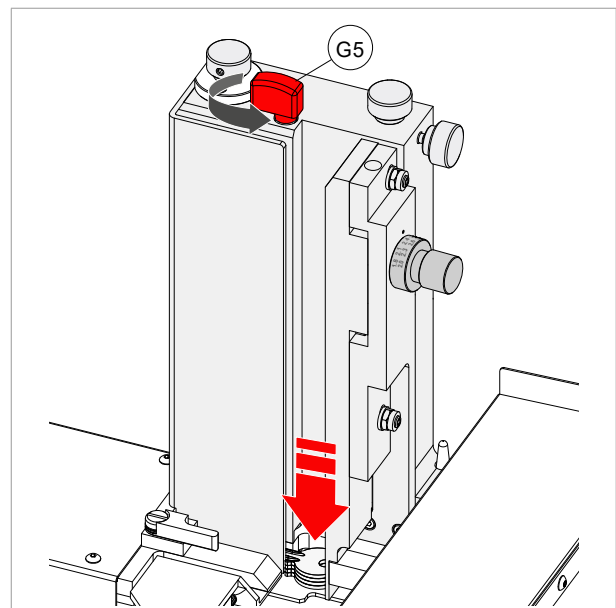

Bild 111
- 4) Den Hebel (G5) um 90° drehen, damit die Schlüssel hinabgleiten können (Bild 111).